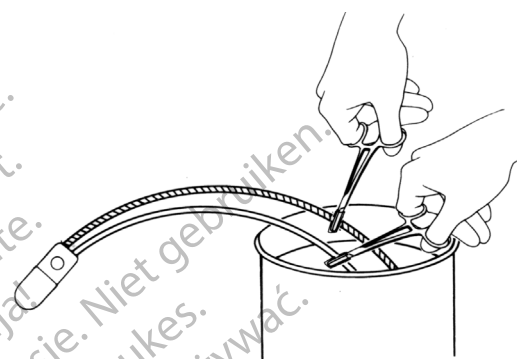

Figura 4-2b. Clampaggio dei tubi con le estremità nella soluzione di riempimento
4. Tenendo i tubi immersi, usare la pinza emostatica rivestita da tubo per clampare (solo di una tacca) ogni tubo 4 cm o 5 cm dall'estremità. **(Figura 4-2b)**